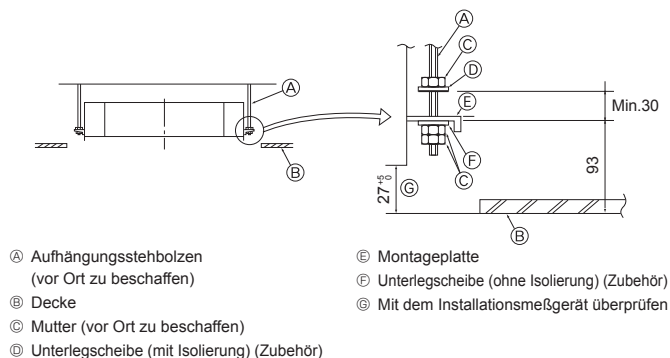

Fig. 2-5
2.5. Verfahren zur Aufhängung der Anlage (Fig. 2-5)